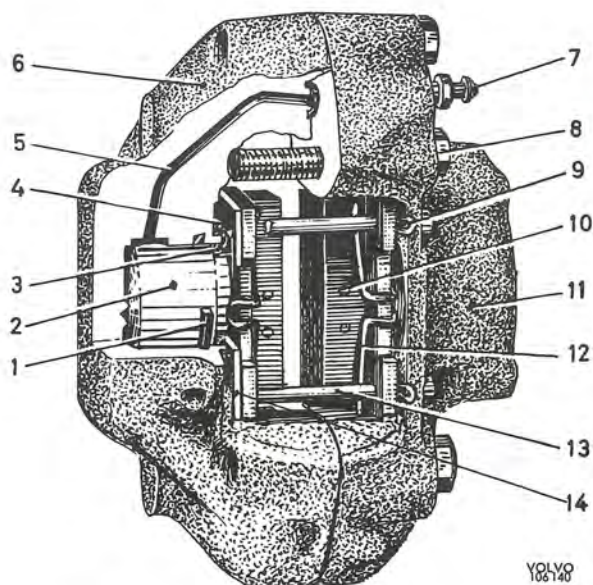

Bild 11. Bakre bromsok, sen. utf. (Girling)
På bakhjulskåpan är med hjälp av hållare fästad en anordning för hjulcylindrar och bromsklotsar, här benämnd bakre bromsok. Detta består av hus som är delat i två halvor (6 och 11 bild 11) förenade med hjälp av skruvar och placerade över bromsskivan. Vardera halvan har en kolv och en cylinder. Cylindrarna är förenade med kanal i huset.
- 3.a. Gäller Girling bromsok. Montera de nya klotsarna och mellanlägggen. Har mellanlägggen formen av runda brickor skall de vändas så, att den största, plana sidan kommer mot kolven och som hjälp vid monteringen används lämpligen ett kännbleck. Sätt en av låspinnarna på plats samt montera dämpningsfjädrarna och den andra låspinnen, jämför bild 11. Fixera pinnarna med nya låsklämmor. Kontrollera att klotsarna är rörliga.